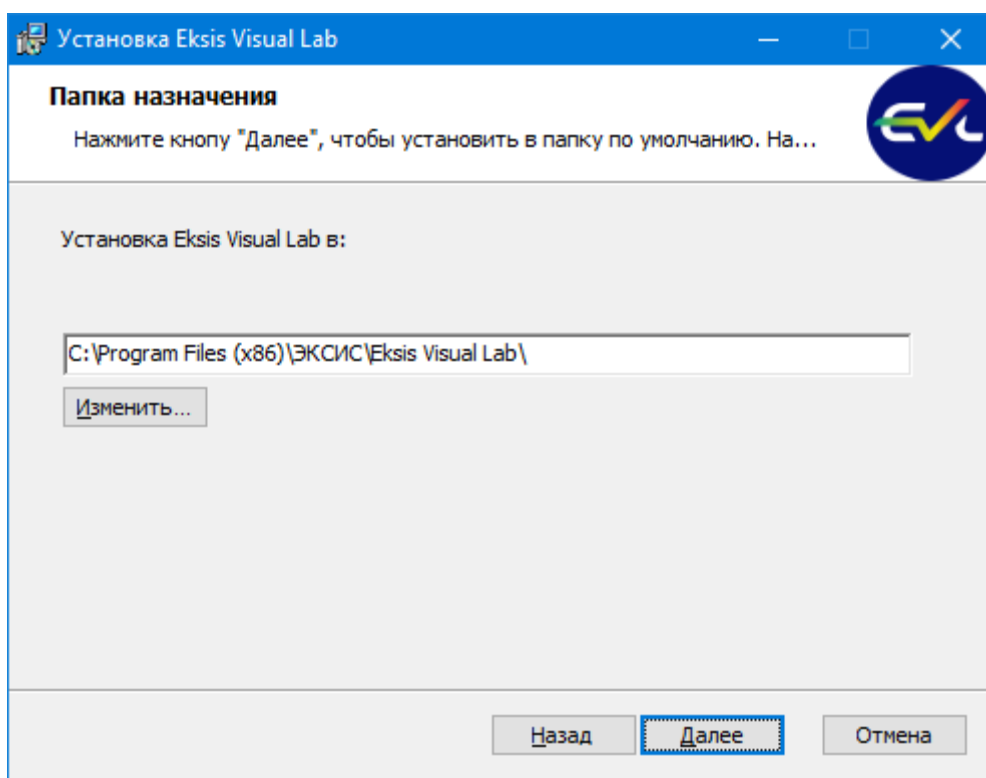

Рис. 2.4. Выбор места установки программы
3. Выбор места установки программы (рис. 2.4). Программа может быть установлена в любую папку по выбору пользователя.